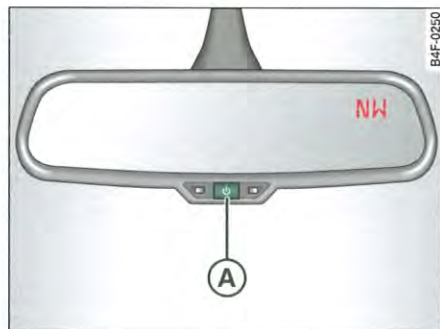

Fig. 87 Rétroviseur intérieur : boussole numérique activée
- Pressez la touche (A) ⇒ fig. 87 jusqu'à ce que le numéro de la zone de champ magnétique souhaitée s'affiche dans le rétroviseur intérieur.
- Réglez le champ magnétique en appuyant plusieurs fois sur la touche (A). Au bout de quelques secondes, le mode de réglage se désactive automatiquement. ■